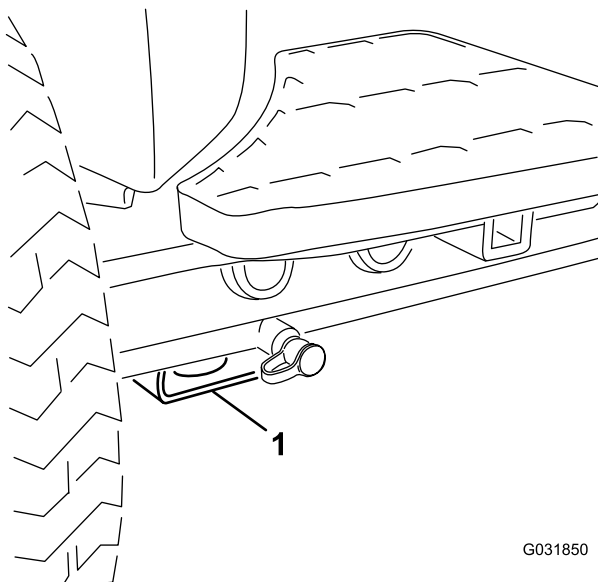

Figure 46
- **Avant de la machine** – patin rectangulaire, sous le tube d'essieu, à l'intérieur de chaque roue avant (Figure 46).